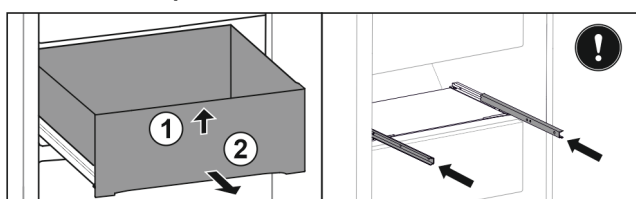

Fig. 147
- ▶ Nadvihnite zásuvku vpredu. Fig. 147 (1)
- ▶ Odoberte zásuvku dopredu. Fig. 147 (2)